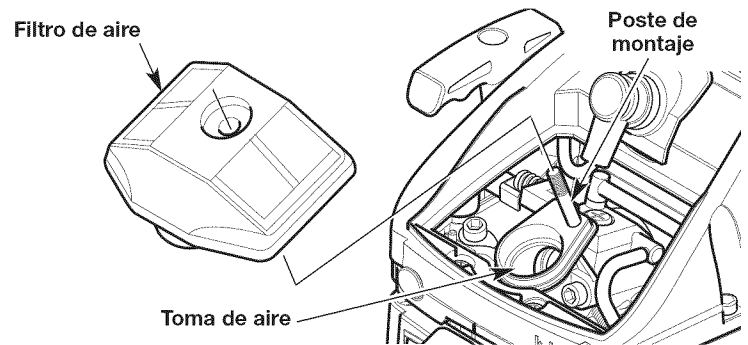

Fig. 43
3. Extraiga el filtro de aire (Fig. 43).
5. Reinstale el filtro de aire sobre el poste de montaje (Fig. 43). Compruebe que la abertura del filtro de aire se asiente de manera segura en la toma de aire (Fig. 43).